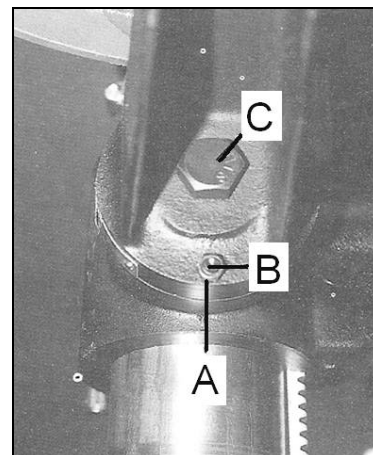

Fig 12
Enlever d'abord la goupille (B, Fig. 12) en tournant l'écrou (A) dans le sens des aiguilles d'une montre.